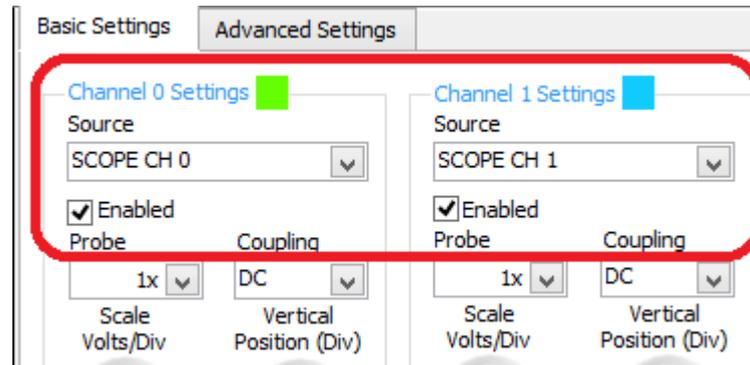

Figura 1.4. Configuración de entradas BNC.
- Abra el osciloscopio, configúrelo para que la señal se tome mediante las puntas BNC (SCOPE CH0 y SCOPE CH1), mostrado en la figura 1.4..